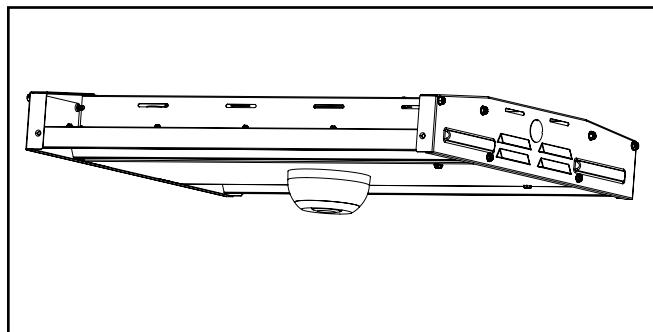

Figure 3.
- Pour l'installer, insérez le détecteur et tournez dans le sens des aiguilles d'une montre jusqu'à ce que vous ressentiez un déclenchement. (Figure 3.)